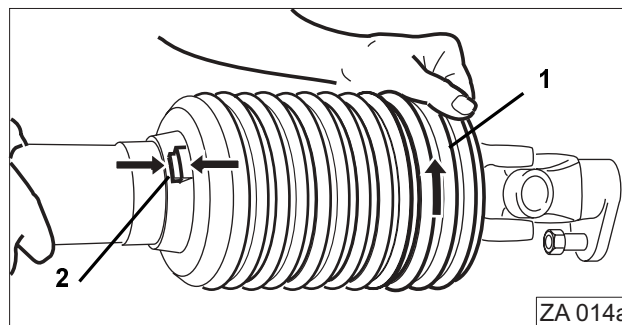

Fig. 12
- Trechter (Fig. 12/1) in de montagestand (Fig. 12/2) brengen